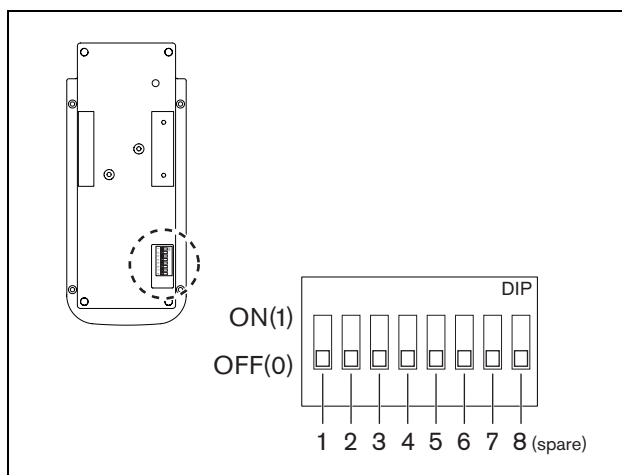

Abbildung 4.2: DIP-Schalter
Verwenden Sie die DIP-Schalter an der Unterseite der Sprechstelle, um den Signalton, die Kurzzeit- oder Dauer-Sprechfunktion, den Sprachfilter und die Mikrofonverstärkung einzustellen. Siehe Abbildung 4.2.
Siehe Abbildung 4.2. DIP-Schalter Nummer 1, 2 und 3 werden zur Einstellung des Signaltons verwendet. 1 = EIN-Stellung, 0 = AUS-Stellung.
Siehe Abbildung 4.2. DIP-Schalter Nummer 4 wird verwendet, um die Kurzzeit- oder Dauer-Sprachfunktion einzustellen.
Siehe Abbildung 4.2. DIP-Schalter Nummer 5 wird verwendet, um den Sprachfilter EIN- (1) oder AUSZUSCHALTEN (0).
Siehe Abbildung 4.2. DIP-Schalter Nummer 6 und 7 werden verwendet, um die Mikrofonverstärkung einzustellen. 1 = EIN-Stellung, 0 = AUS-Stellung.